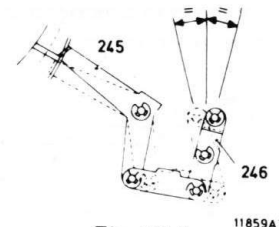

Fig. III-7
- Controleer of de arreteerbeugel 246 (zie fig. III-7) symmetrisch uitklapt als de ondertrommel met de hand in- en uitgedraaid wordt.